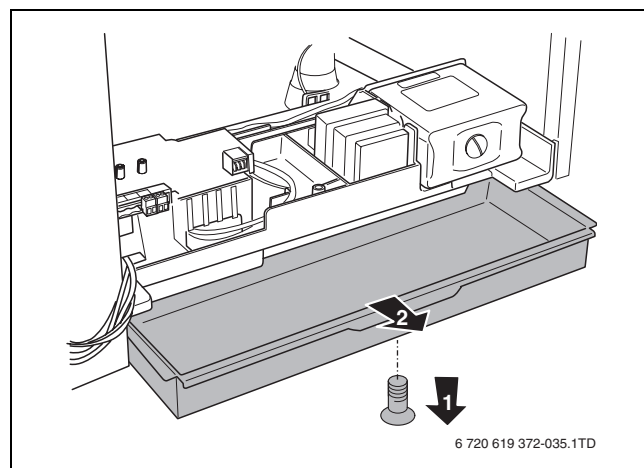

Fig. 44 Aprire il cassetto
- Estrarre la vite (→ fig. 44, fase 1).
- Aprire il cassetto (→ fig. 44, fase 2).